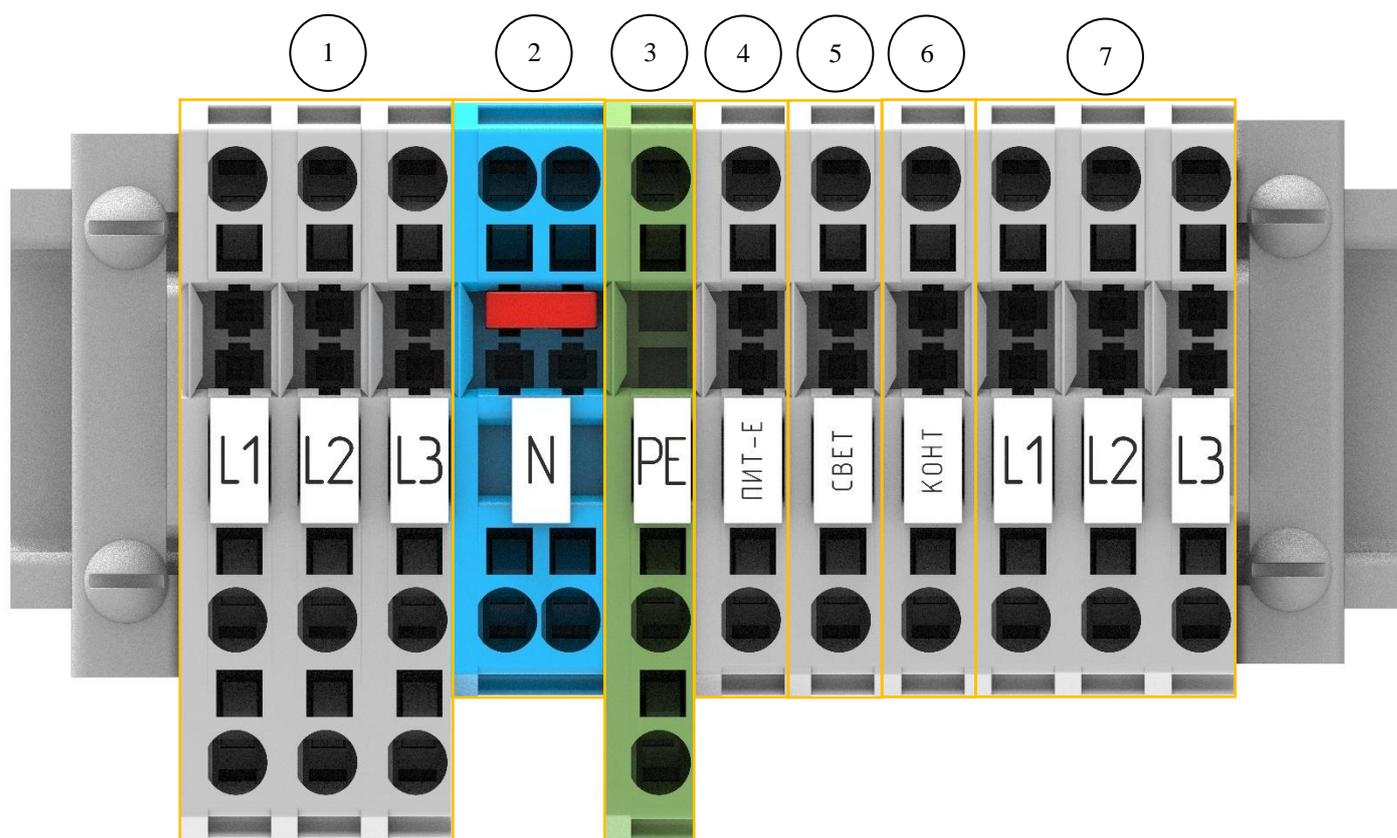
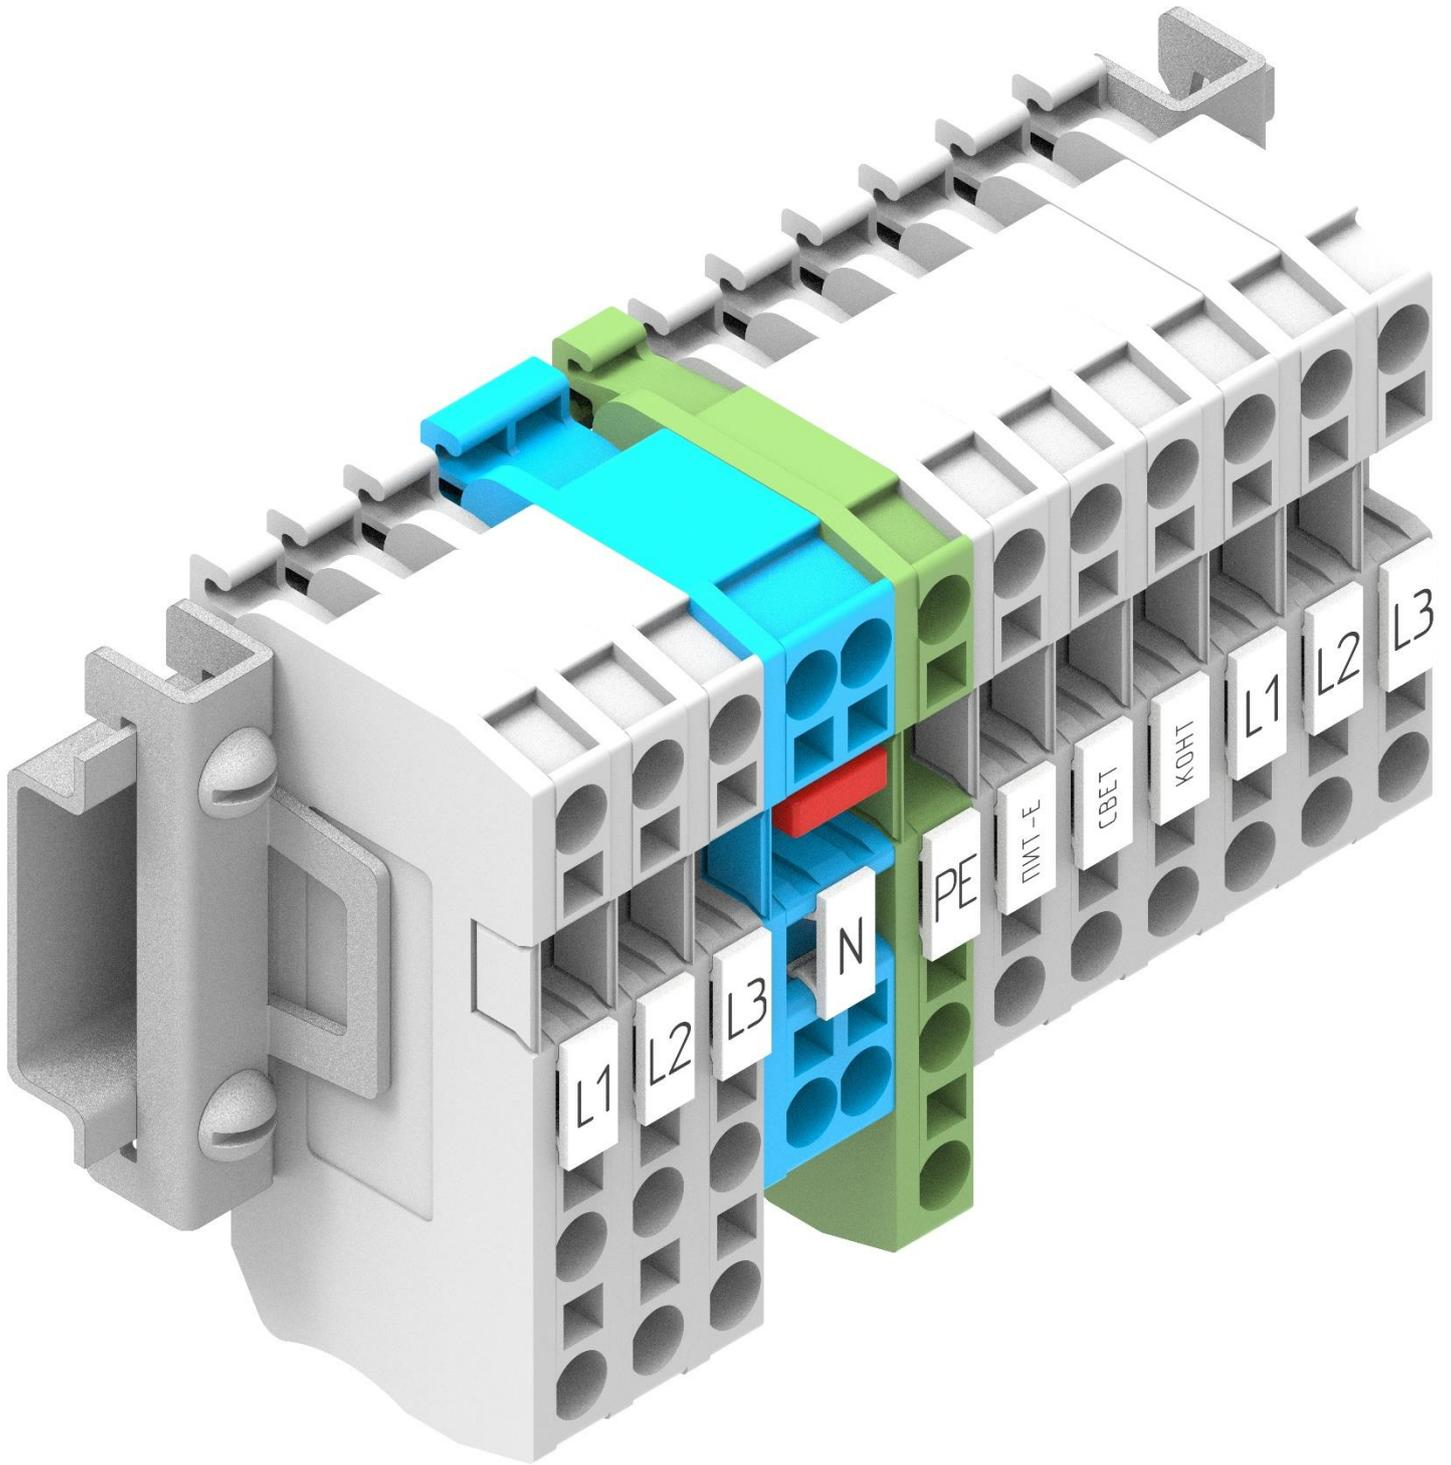
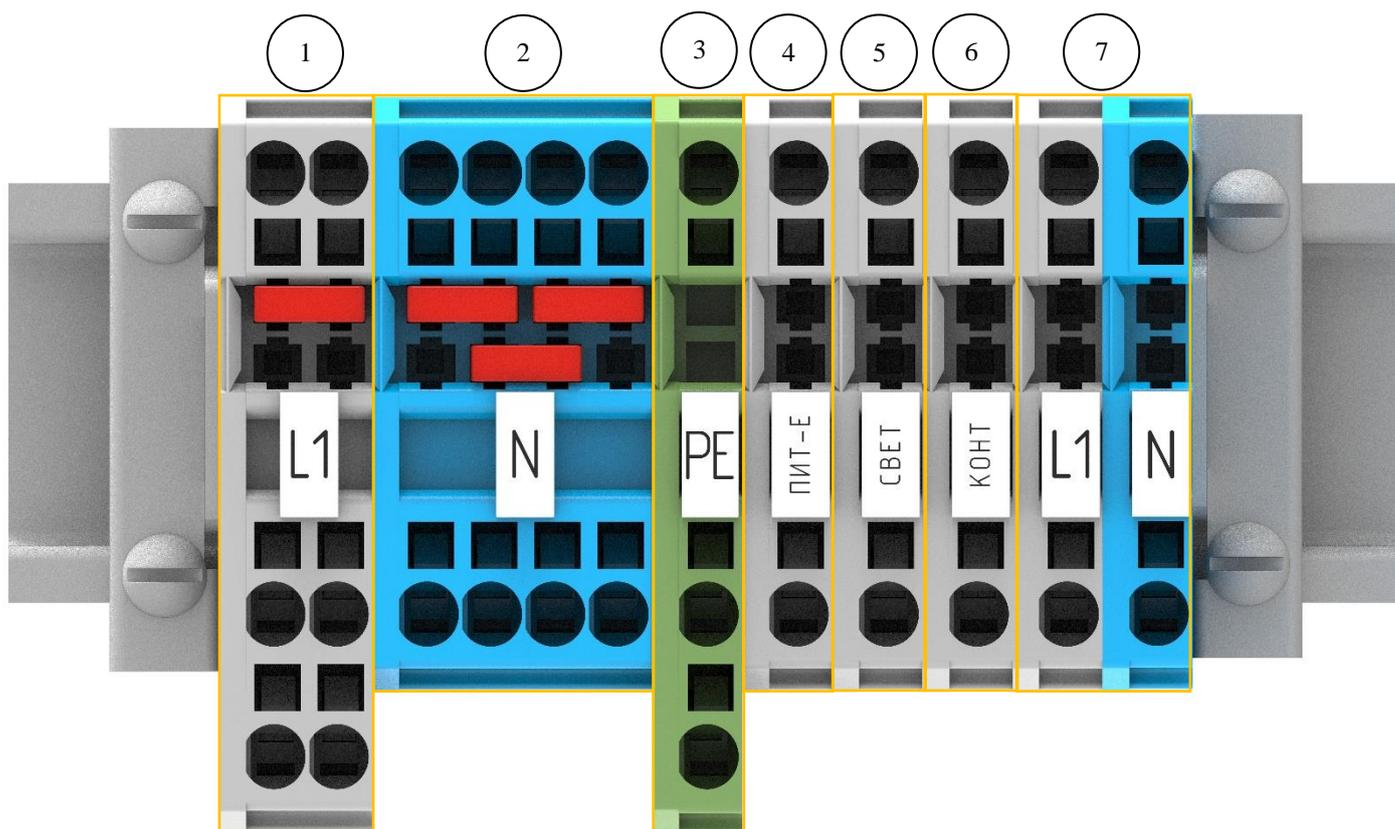
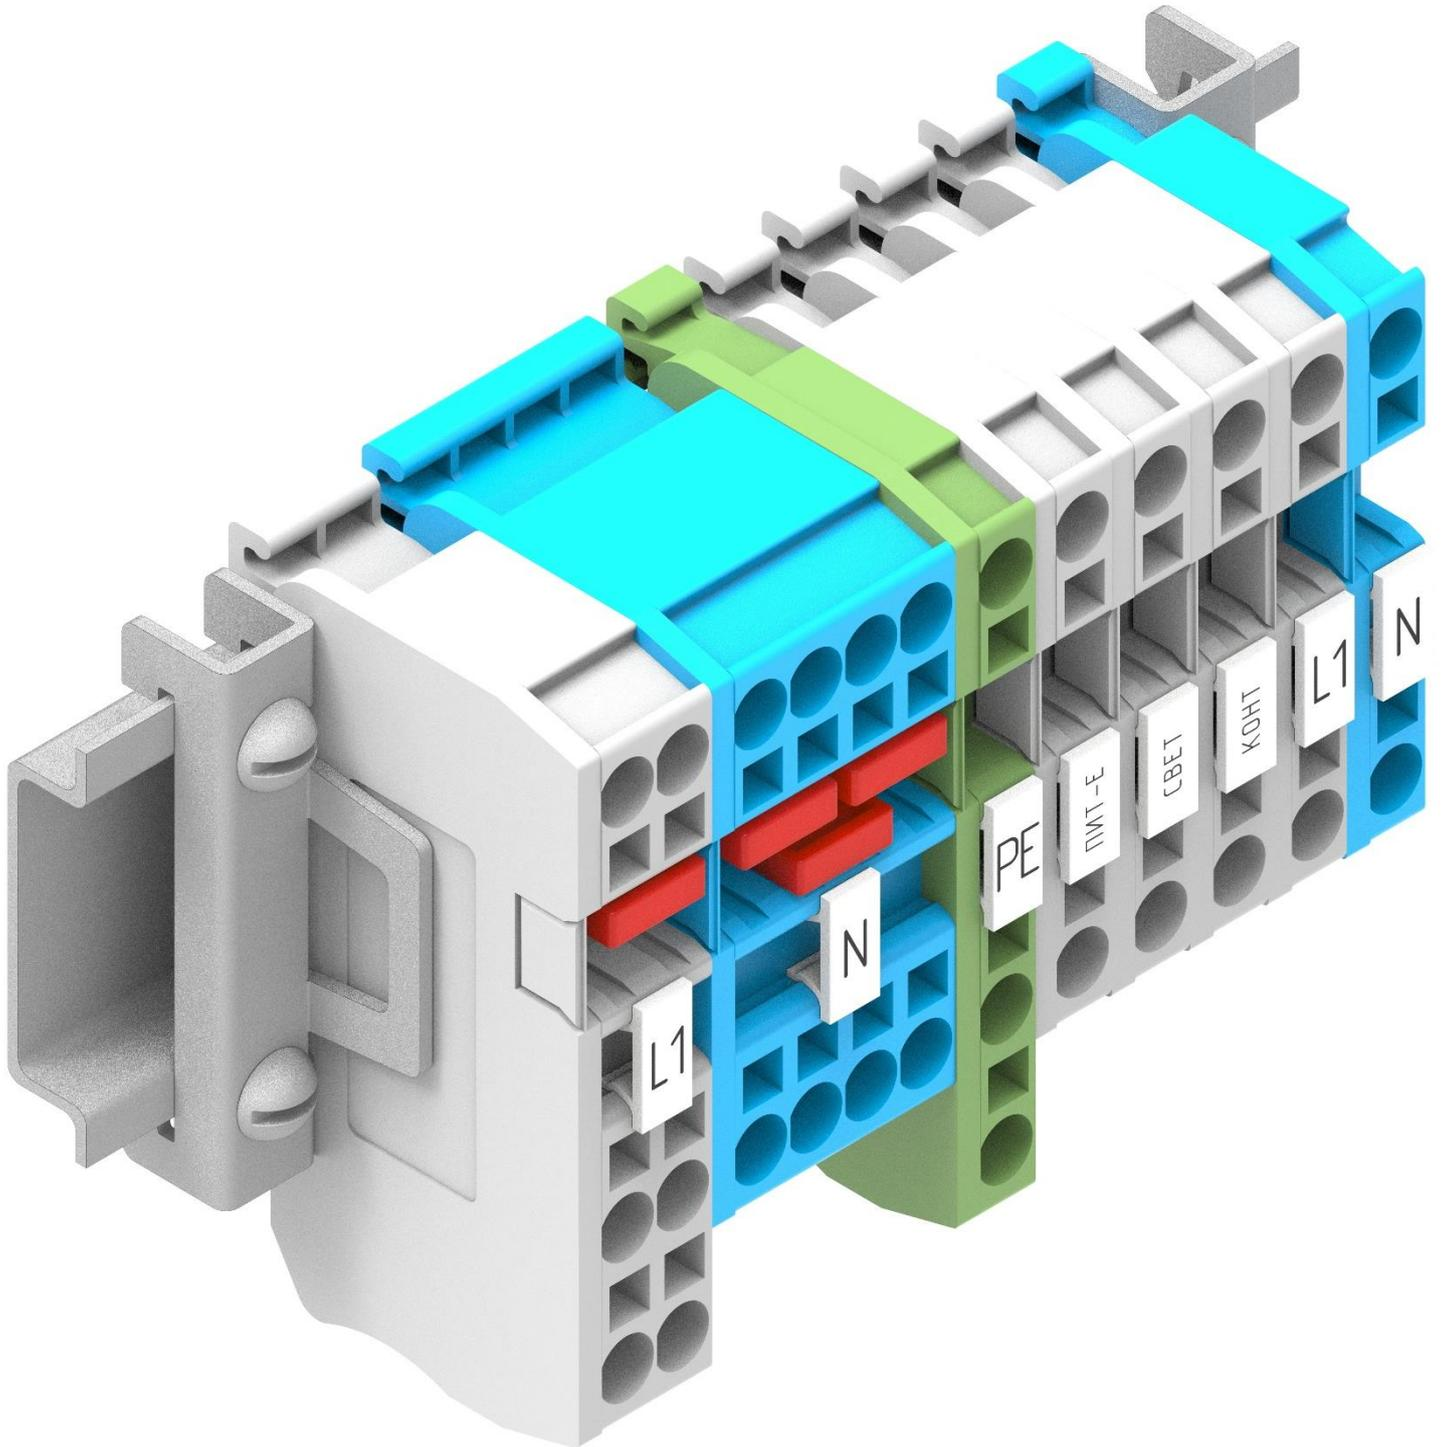

Рис. 6.: “Колодочная сборка”. Трёхфазная. Вид спереди.
Рис. 7.: “Колодочная сборка”. Изометрия.
Рис. 8.: “Колодочная сборка”. Однофазная. Вид спереди.
Рис. 9.: “Колодочная сборка”. Однофазная. Изометрия.
- Подключения электропечи: в качестве трёхфазной симметричной (трёхпроводная схема без нейтрального провода) или однофазной нагрузки. В зависимости от типа подключаемого оборудования колодочная сборка может быть представлена в исполнении для трёхфазного или однофазного подключения. (Рис. 6.: Колодочная сборка. Трёхфазная. Вид спереди, Рис. 7.: Колодочная сборка. Трёхфазная. Изометрия, Рис. 8.: Колодочная сборка. Однофазная. Вид спереди, Рис. 9.: “Колодочная сборка”. Однофазная. Изометрия.)